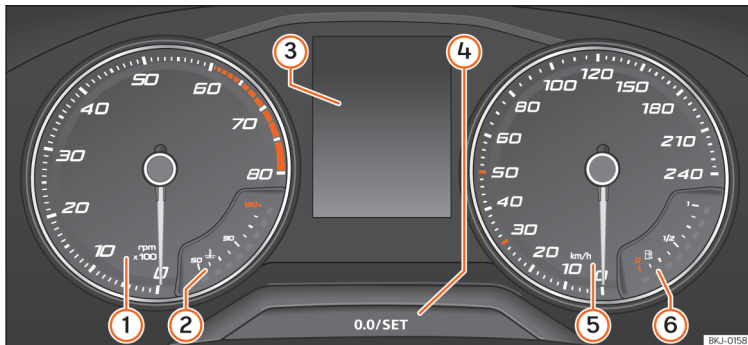

Abb. 61 Monochromes Kombi-Instrument in der Instrumententafel
»» **Abb. 61:**
- Drücken Sie kurz die Taste **(0,0/SET)** »» Abb. 61 Ⓣ, um den Tageskilometerzähler auf 0 zurück zu setzen.